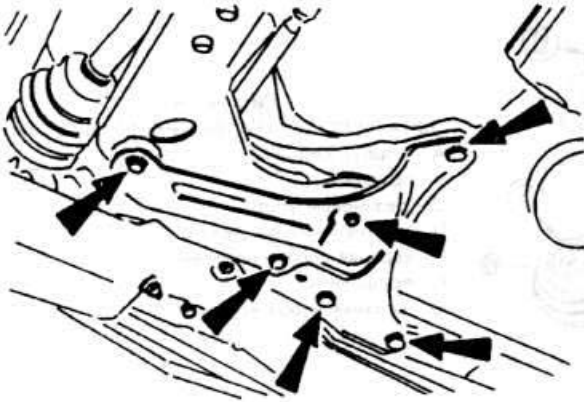

Рис. 4.10
- ◆ Отсоедините оба болта крепления рычага к кронштейну в кузове (рис. 4.10).